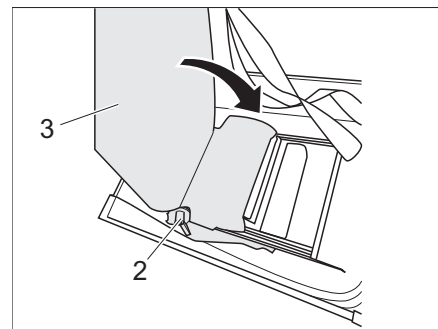

Fig. 210 Stivare lo schienale nel divanetto
- Azionare la leva 1 (Fig. 210,2) e ribaltare lo schienale (Fig. 210,3) verso l'interno.